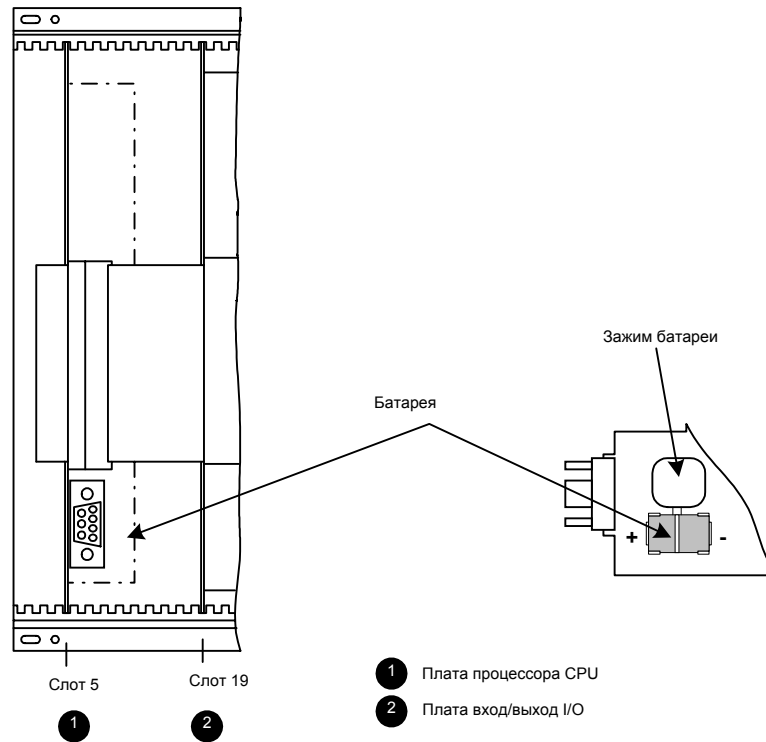

Рисунок 9-1 Вид спереди без лицевой панели – Расположение буферной батареи (упрощено и уменьшено).
- ❑ Батарея находится внизу платы процессорного блока CPU (❶), спереди. Смотрите Рисунок 9-1.
- ❑ Подсоедините гибкий кабель к блоку процессора CPU (❶) и лицевой панели. Будьте осторожны, не погните штырьки соединительных разъемов! Не используйте силу! Убедитесь, что разъем защелкнулся.